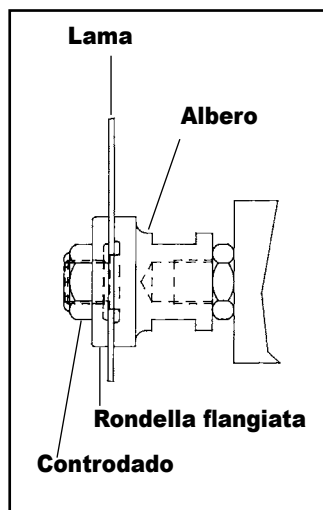

FIG. 2
- a. Albero standard: installare la lama sulla spalla dell'albero di diametro 5/8 (Fig. 2). Installare la flangia con il lato abbassato verso la lama e stringere il controdado. Tenendo una chiave (fornita) sulle parti piatte dell'albero da 7/8, stringere il controdado dell'albero. La lama deve posizionarsi completamente sulla spalla dell'albero ed essere allineata con la superficie dell'albero.
Particolare della **rondella** dalla Fig. 2 e 3 sulla destra.